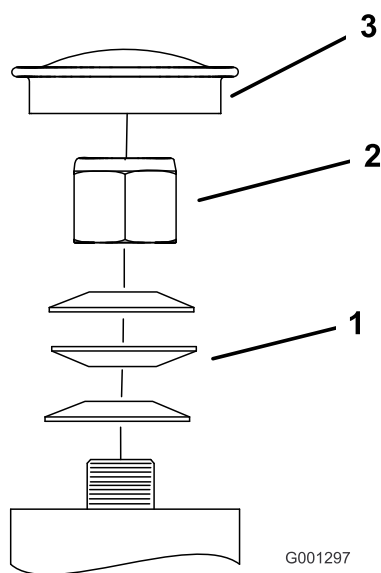

Figure 50
3. Retirez le capuchon anti-poussière de la roue pivotante et serrez le contre-écrou (Figure 50).
4. Continuez de le serrer jusqu'à ce que les rondelles élastiques soient aplaties, puis desserrez-le de 1/4 de tour pour obtenir la précharge correcte des roulements (Figure 50).
**Important:** Veillez à placer les rondelles comme illustré (Figure 50).
5. Remettez le capuchon anti-poussière en place (Figure 50).